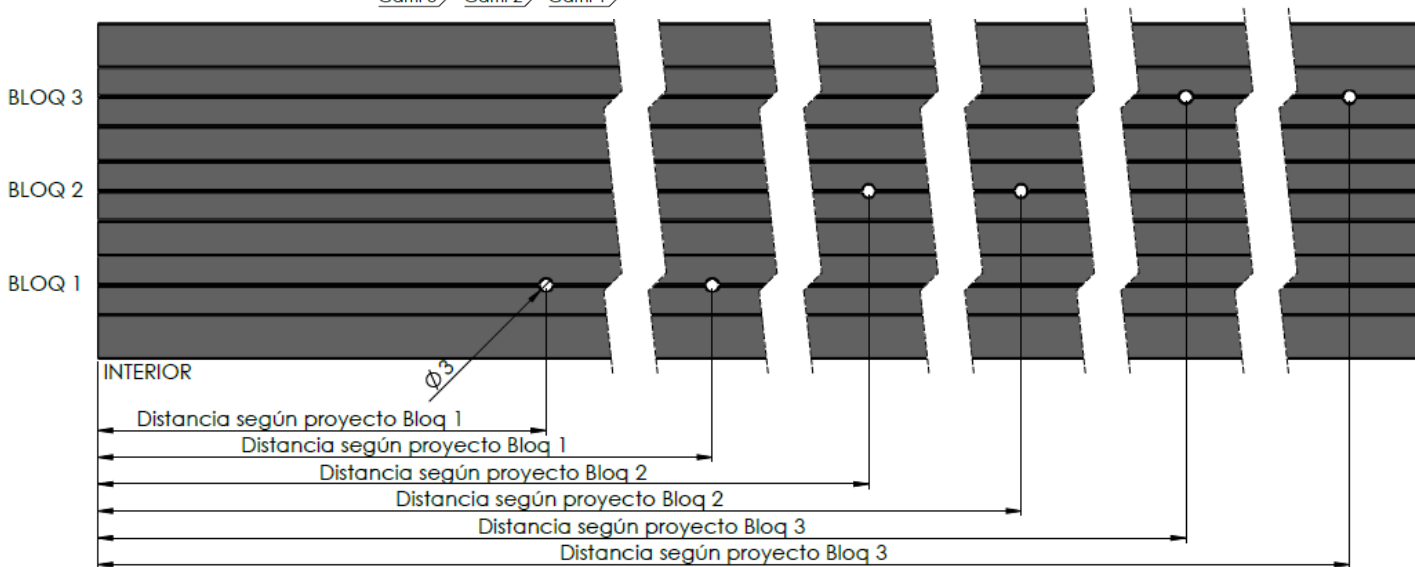

Figura 14
- Identificar el número de raíl en el que se ha de realizar cada uno de los taladros. El raíl nº1 es el ubicado en la parte interior del carril (Figura 14).